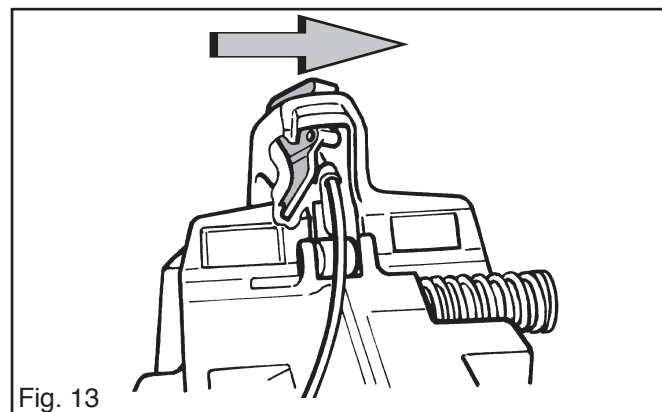

Fig. 13
3. Basculer la gâchette comme sur la fig. 13 et la retirer de l'évidement dans la poignée avec le ressort.
5. Basculer la gâchette pour que le cliquet (E) puisse descendre sur le côté de la commande d'accélération dans la poignée comme sur la fig. 13.
6. Enfoncer la goupille de la gâchette (A) à l'aide d'un mandrin.